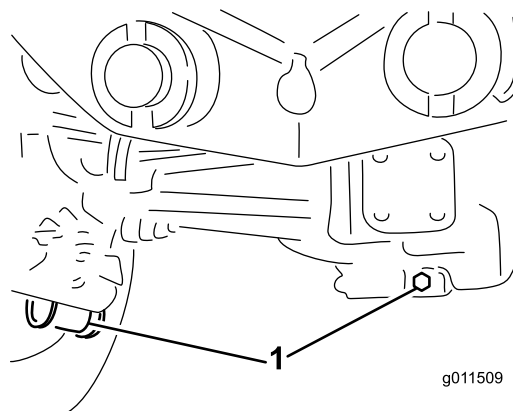

図 62
2. ドレンプラグそれぞれの端部に1本ずつ、中央に1本全部で3本の周囲をきれいにする 図 62。